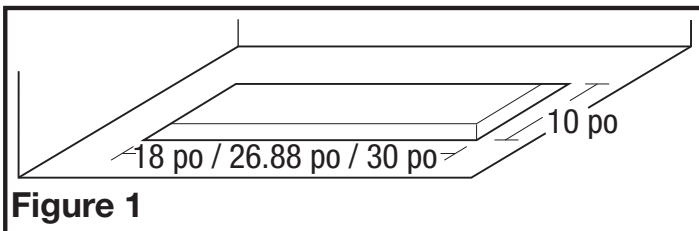

Figure 1
1. La plupart des codes de bâtiments exigent un matériel non-combustible au-dessus de la surface de cuisson. Si vous avez le bois ou un autre matériel combustible sur le fond de vos cabinets, on vous recommande d'utiliser le revêtement facultatif de hotte (voyez à la section 3). Si vous avez un matériel non-combustible, faites un trou approprié dans le cabinet ou le panneau où l'unité d'alimentation sera montée (**Figure 1**):